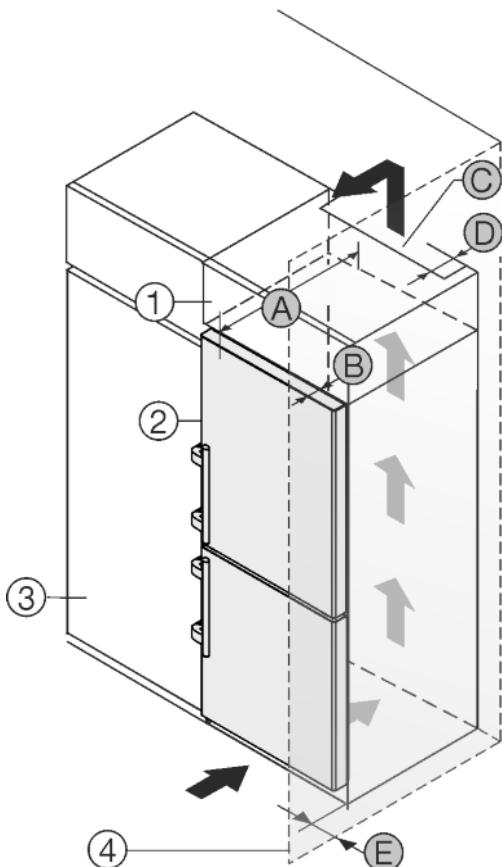

Fig. 50
Пристрій можна комбінувати з кухонними шафами. Для того, щоб пристрій Fig. 50 (2) вирівняти по висоті кухонної секції, на пристрій можна встановити антресольну секцію Fig. 50 (1).
Пристрій можна встановлювати безпосередньо поряд з кухонною шафою Fig. 50 (3). Для повного відкриття дверей пристрій повинен виступати на глибину Fig. 50 (B) відносно передньої панелі кухонної шафи. Залежно від глибини кухонних шаф та використання пристінних розпірок пристрій можна встановити так, щоб він виступав вперед.
- Задня сторона антресольної шафи повинна мати вентиляційний канал глибиною Fig. 50 (D) вздовж всієї ширини шафи.
- Під стелею приміщення слід дотримуватися поперечного перерізу вентиляційного відведення повітря Fig. 50 (C).
Якщо пристрій з шарнірами встановлюється поряд зі стінкою Fig. 50 (4), то між пристроею та стінкою слід додержуватися відстані Fig. 50 (E). Це відповідає виступу ручки при відкритих дверцях.